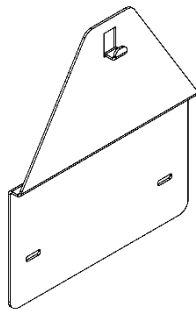

Рисунок 6.
7.2.3 При наличии в задней стенке только одного монтажного отверстия (сверху), а также если ранее был установлен аппарат марки «NEVA» или «BaltGaz», который крепился к стене с помощью двух крючков, можно выкрутить данные крючки и использовать отверстия для установки переходной планки (см. рис. 6). Переходная планка 114511-00.050 позволяет смонтировать аппарат с использованием уже имеющихся крепежных отверстий в стене. Переходная планка приобретается отдельно в фирменных магазинах или на сайте [baltgaz.ru](http://baltgaz.ru).